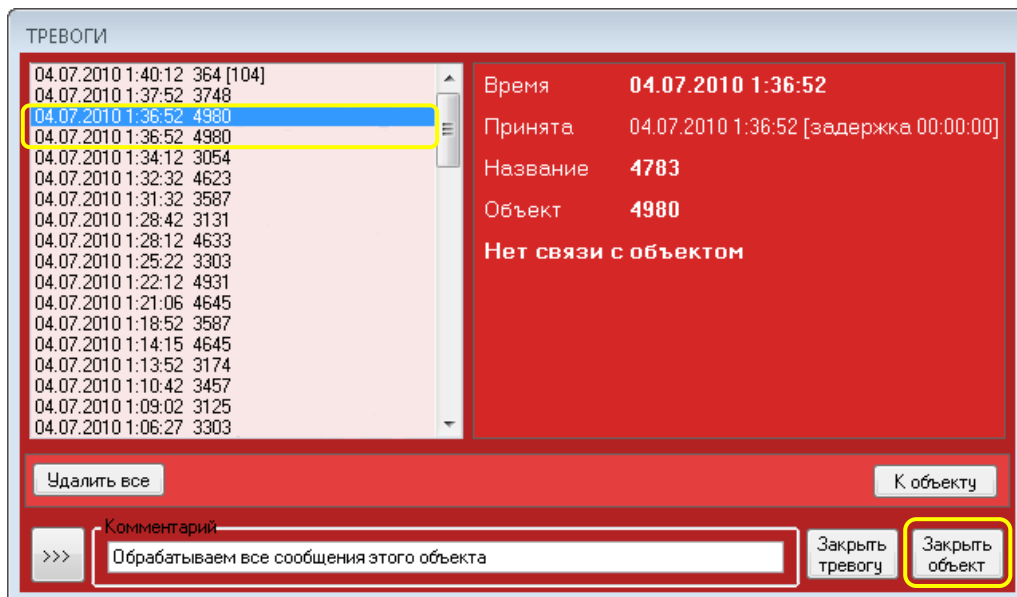

Рис.7.6.10. Окно «Тревоги», обработка всех тревог одного объекта одновременно.
- б) Одновременно, все тревоги от одного объекта, рисунок 7.6.10.